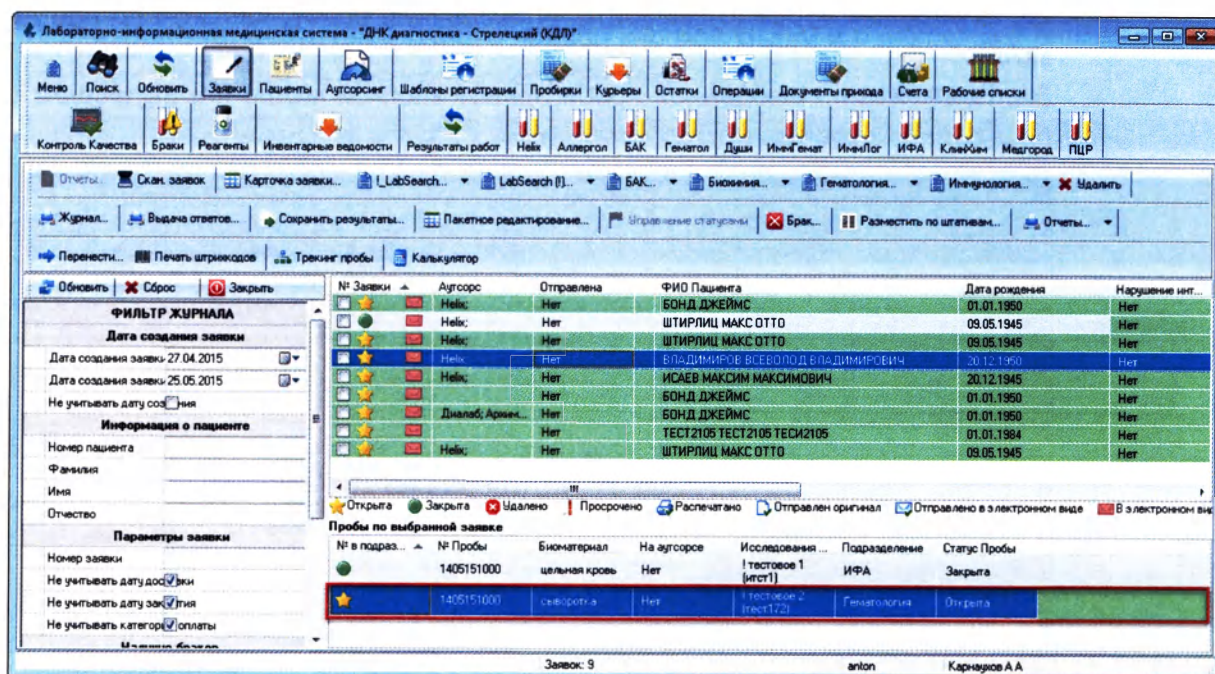

Рисунок 14.12
1. В нижней части окна журнала заявок в области **«Пробы по выбранной заявке»** выберите необходимую пробу, щелкнув по ней левой кнопкой мыши (Рисунок 14.12):